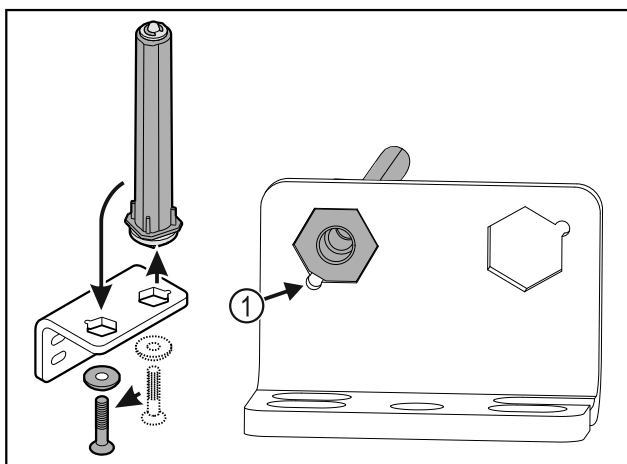

Fig. 35
- ▶ Bëni kujdes që gjatë vendosjes, e prera e kokës së bulonit Fig. 35 (1) të jetë e drejtuar nga vrima e rumbullakët.